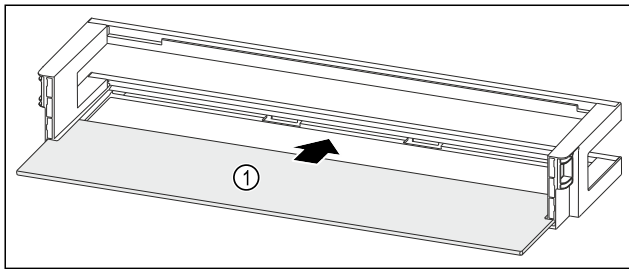

Fig. 94 Balconnet de contre-porte avec tablette de rangement
- ▶ Insérer la tablette de rangement Fig. 94 (1) dans les évidements latéraux.